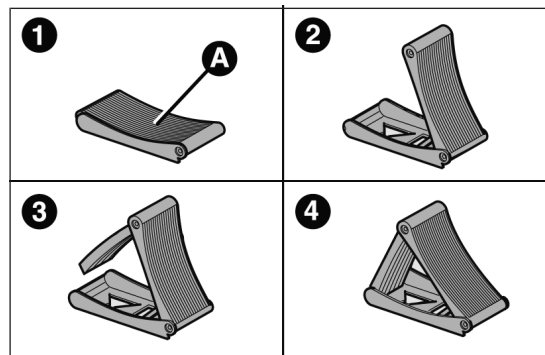

fig. 34
- ❑ prendre la cale de blocage A de la boîte à outils et l'ouvrir en livre selon le schéma illustré sur fig. 34 ;